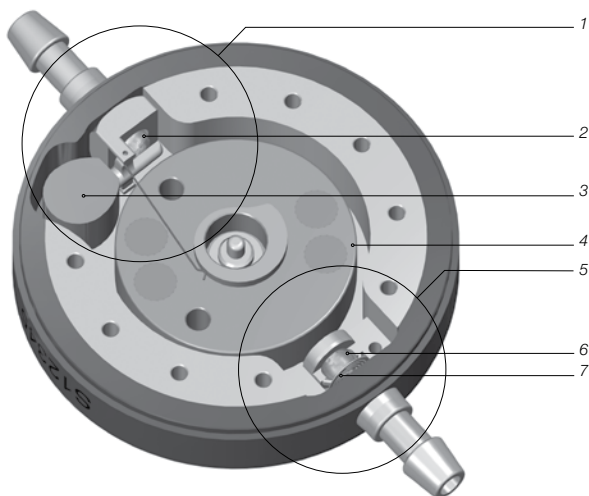

Bild 1: Tvärsnitt av M.blue
M.blue är en ventil som tillverkats av titan. Den består av en reglerbar gravitationsenhet och en differenstryckenhet (bild 1).